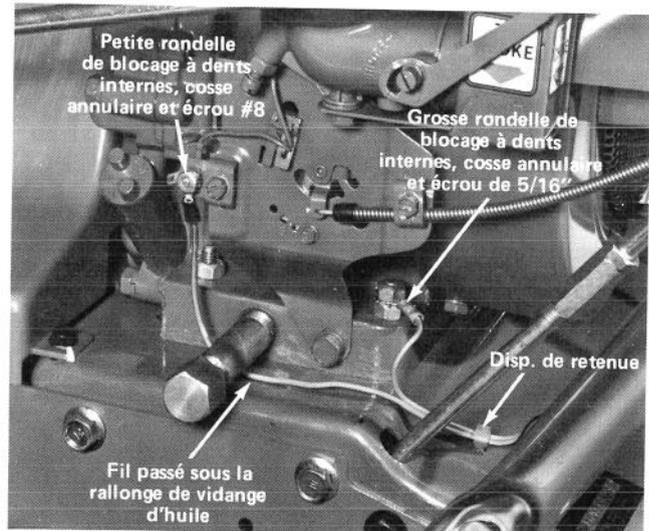

Figure 16
1. 826: Glissez la grosse rondelle de blocage à dents internes et la grosse cosse annulaire du bout du fil sur le boulon de montage gauche arrière du moteur (Fig. 16). Fixez les pièces en place avec un écrou de blocage tiré du sac de pièces détachées. Serrez bien l'écrou.
2. Glissez la petite rondelle de blocage à dents internes et la petite cosse annulaire du bout du fil sur la tige filetée de la plaque de régulateur (Fig. 16 et 17). Fixez les pièces en place avec un écrou de
3. Enfoncez le dispositif plastique de retenue des fils dans le trou de gauche au sommet de la plaque de base du moteur (Fig. 16 et 17).